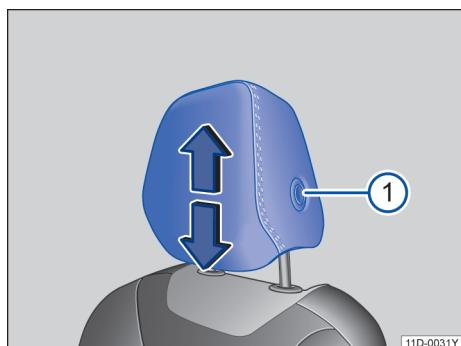

图 65 调整前排头枕
- 按住按钮→图 65①，同时沿箭头方向上推或下压头枕即可将头枕调整至合适高度→▲。